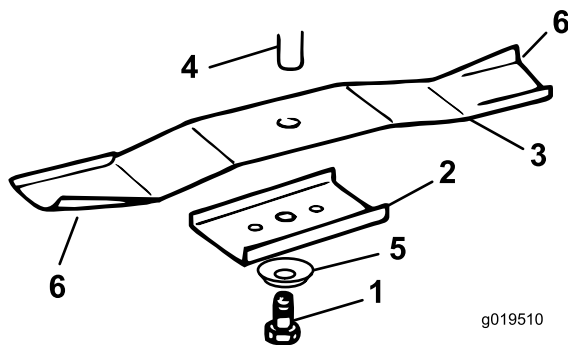

Figure 17
3. Enlevez les boulons, les rondelles bombées, les fixations et les lames (Figure 17). Pour enlever le boulon, bloquez éventuellement la lame en introduisant une cale en bois entre la lame et le carter du plateau de coupe.
5. Montez les lames neuves, les porte-lames, les rondelles bombées (face concave vers la lame) et les boulons de lame (Figure 17).